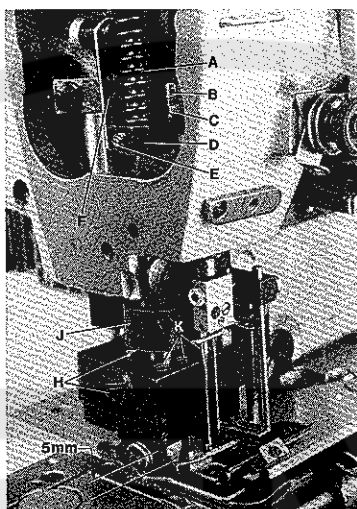
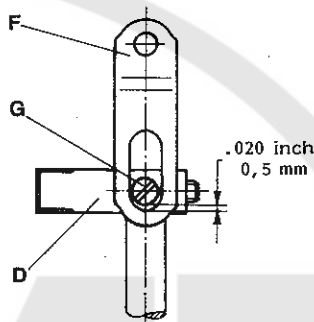

Fig. 46
Fig. 46A
For easy adjustment remove presser spring regulator on top of machine arm and presser spring (A, Fig. 46). Adjust long stop screw (B) in presser bar guide (D) against bed casting to ensure a clearance of 0,5 mm (.020 in.) (see Fig. 46A) between slot end of link (F, Figs. 46 and 46A) and shank screw (G, Fig. 46A) in presser bar guide (D, Figs. 46 and 46A). Tighten lock nut (C, Fig. 46) on stop screw.
Mount the presser foot, align it with the needles and tighten screws (H, Fig. 46). Rotate pulley until the feed dogs are in down position below the throat plate. Loosen screw (E, Fig. 46) in presser bar guide (D) and press the presser foot down against throat plate until there is a distance of 5 mm (13/64 in.) between the front cover of presser foot and the upmost point of presser foot yielding section (see Fig. 46). Retighten screw (E) being sure stop screw (B) in presser bar guide rests on the bed casting. Remount presser spring (A) and presser spring regulator.
Set the collar (J, Fig. 46) for the presser foot height as required, the presser foot bottom should not contact the spreader when the presser foot is lifted.
The pressure exerted by the presser spring (A, Fig. 46) on the presser bar guide (D) should be higher than the pressure exerted by the three springs for presser foot bottom and the two yielding sections. The presser bar should not move vertically when sewing. Screw-in presser spring regulator on top of machine arm as required.
The spring pressure exerted on the presser foot bottom and the left and right yielding section can be adjusted individually by turning screws (K, Fig. 46). Turning clockwise reduces the pressure, turning counterclockwise increases the pressure.
Entfernen Sie zur besseren Einstellung die Drückerfuß-Stellschraube oben am Maschinenarm und die Drückerfeder (A, Fig. 46).
Stellen Sie die lange Anschlagsschraube (B) in der Drückerfußstangenführung (D) so gegen den Gehäuseguß, daß zwischen dem Schlitzende des Gelenks (F, Fig. 46 und 46A) und der Zapfenschraube (G, Fig. 46A) in der Drückerfußstangenführung (D, Fig. 46 und 46A) ein Abstand von 0,5 mm ist (siehe Fig. 46A). Ziehen Sie die Feststelmutter (C, Fig. 46) auf der Anschlagsschraube an.
Setzen Sie den Drückerfuß ein, richten Sie ihn zu den Nadeln aus und ziehen Sie die Schrauben (H, Fig. 46) an. Drehen Sie am Handrad bis die Transporteure unter der Stichplatte stehen. Lösen Sie die Schraube (E, Fig. 46) in der Drückerfußstangenführung (D) und drücken Sie den Drückerfuß so gegen die Stichplatte, daß zwischen dem vorderen Deckel des Drückerfußes und dem höchsten Punkt des Drückerfußseitenteils ein Abstand von 5 mm ist (siehe Fig. 46). Ziehen Sie die Schraube (E) wieder an, beachten Sie dabei, daß die Anschlagsschraube (B) in der Drückerfußstangenführung am Gehäuseguß anliegt. Montieren Sie Drückerfeder (A) und Drückerfuß-Regulierschraube wieder.
Stellen Sie den Stellring (J, Fig. 46) für die Drückerfußhöhe so, daß die Drückerfußsohle den Leger nicht berührt, wenn der Drückerfuß angehoben ist.
Der Druck der von der Drückerfeder (A, Fig. 46) auf die Drückerfußstangenführung (D) ausgeübt wird, muß stärker sein als der Druck der drei Federn der Drückerfußsohle und der beiden Seitenteile, so daß beim Nähen die Drückerfußstange sich vertikal nicht bewegt. Drehen Sie die Drückerfuß-Regulierschraube oben am Gehäusearm entsprechend weit ein.
Der Federdruck auf die Drückerfußsohle und das linke und rechte Drückerfuß-Seitenteil kann durch Drehen der Schrauben (K, Fig. 46) individuell eingestellt werden. Drehen im Uhrzeigersinn vermindert den Druck, drehen im Gegenuhrzeigersinn verstärkt den Druck.